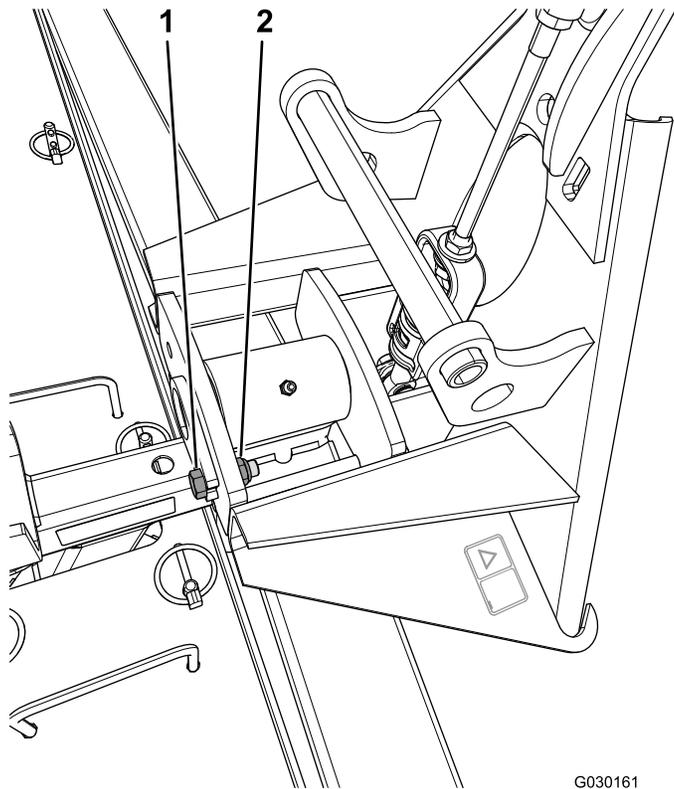

Figura 1
1. Retire y deseche la tuerca y el perno que sujetan el pasador de seguridad al adaptador de la placa escarificadora (Figura 1).